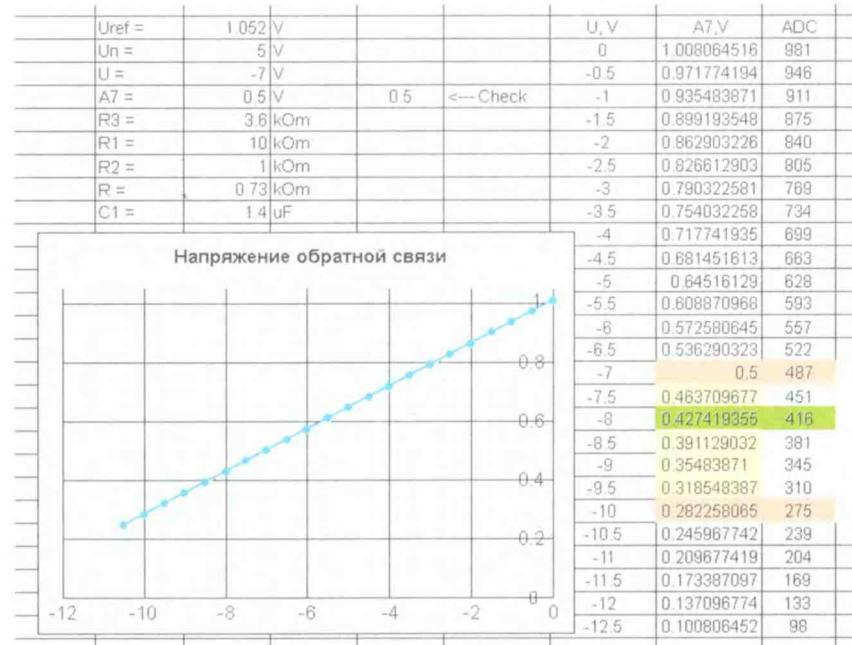

Рис. 5
Уравнение (2) вводим в таблицу Excel и, подбирая сопротивления резисторов R1 и R2 из ряда E24, находим сопротивление резистора R3, как показано на **рис. 5**.